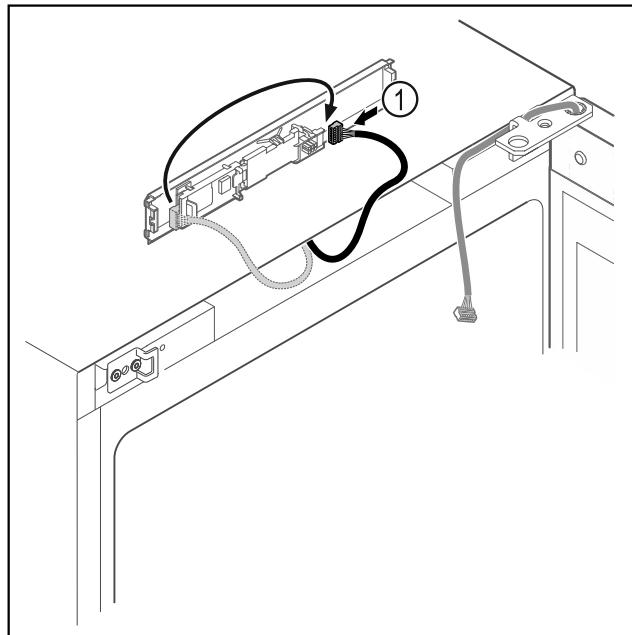

Fig. 20
- Μεταφέρετε το φίς Fig. 20 (1) στην πλακέτα.